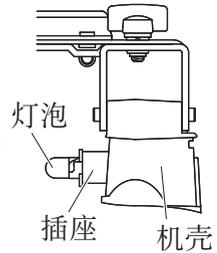

图 29
(3) 从插座上取下灯泡（图 29）。
○ 如图 29 所示，将插座安装在把手罩内时，边观察插座的背面，边将插座与外罩孔对齐，并将插座插入到轻触把手罩为止。